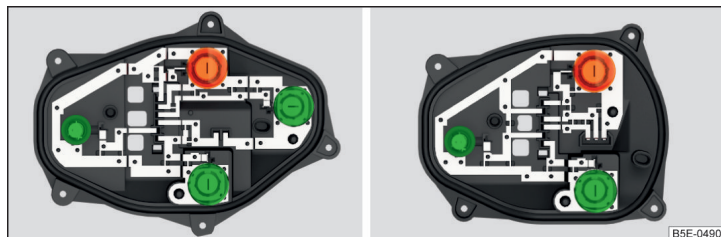

Fig. 243 Partea interioară a lămpii: Lampa de bază / lampă cu leduri
- Rotiți becul respectiv » fig. 243 până la limită în sens antiorar și scoateți-l din suportul lămpii.